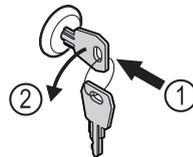

Fig. 206
- ▶ Inserire la chiave. Fig. 206 (1)
- ▶ Ruotare la chiave di 90° in senso antiorario. Fig. 206 (2)